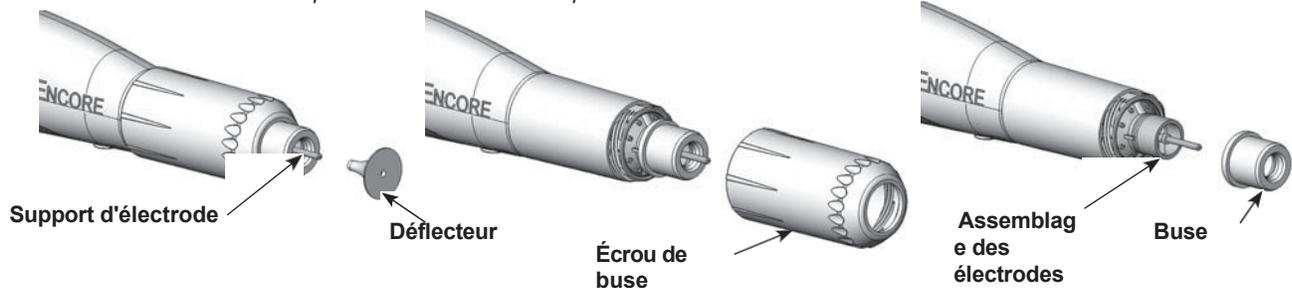

Figure 7 Remplacement d'une buse conique
2. Voir la figure 7. Retirer doucement le déflecteur de l'électrode. Si vous ne changez que le déflecteur, installez le nouveau sur l'électrode, en veillant à ne pas plier le fil de l'électrode.